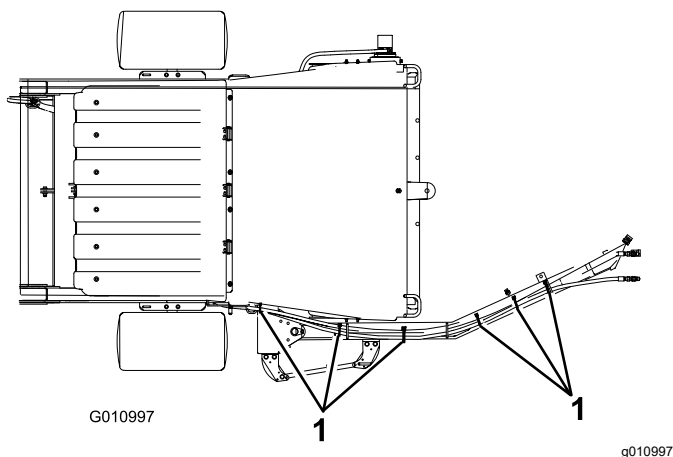
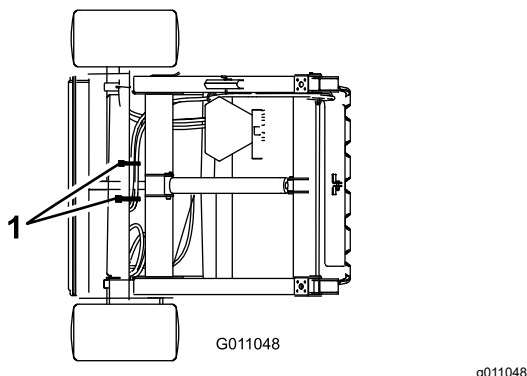

Figure 12
Figure 13
2. Fixez les flexibles hydrauliques et le faisceau de câblage comme montré à la Figure 12 et la Figure 13.